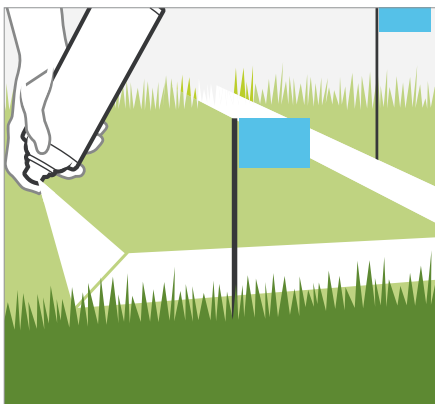

Abbildung 1
1. Vor dem Ausheben der Gräben ist der Verlauf des Bewässerungssystems mit kleinen Fähnchen oder Markierungsspray zu kennzeichnen (s. Abbildung 1).